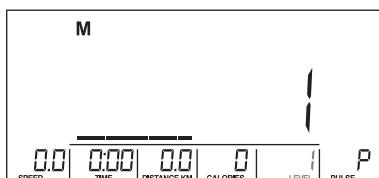

Рис. 9
- За допомогою регулятора регульуйте рівень навантаження (Рис. 9). Значення за замовчуванням – 1.
- За допомогою регулятора регулюйте рівень навантаження (Рис. 9), значення за замовчуванням 1.